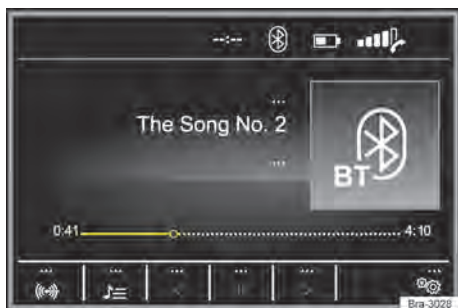
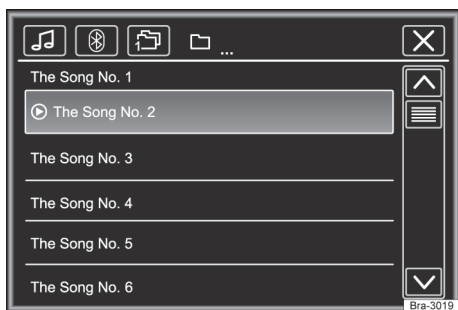

Fig. 134 Menu principal de mídia.
Fig. 135 Operação do rádio: lista de estações.
– Pressionar o botão **MEDIA** para abrir o menu principal **MEDIA** → Fig. 134.
As fontes de mídia que são reproduzidas atualmente são exibidas na superfície de função na parte inferior esquerda → Fig. 134.
Legenda da → Fig. 134 e → Fig. 135: